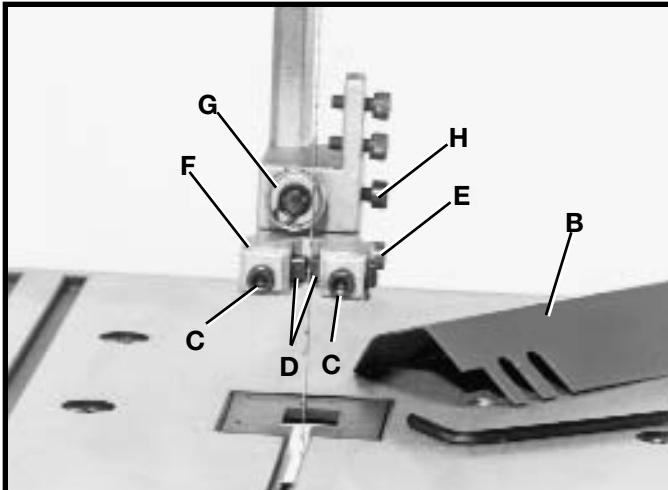
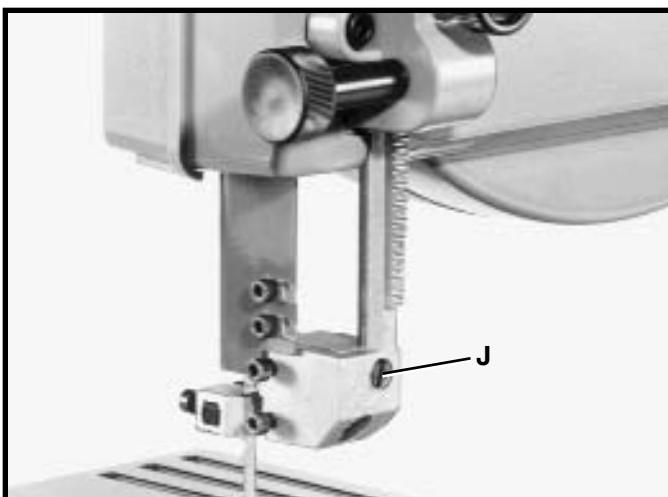

Fig. 22
Fig. 23
1. **REMARQUE :** le dispositif de protection de lame supérieure (B) fig. 22, est illustré retiré pour une présentation plus claire.
2. Desserrer les deux vis (C) fig. 22, et régler les guides de lame (D) aussi près que possible des côtés de la lame de scie en étant prudent pour ne pas pincer la lame. Resserrer ensuite les deux vis (C).
3. Desserrer la vis (E) fig. 22, et déplacer la fixation du guide (F) vers l'intérieur ou vers l'extérieur jusqu'à ce que le bord avant des guides (D) soient juste derrière les « gorges » des dents de lame. Resserrer ensuite la vis (E).
4. Le palier de butée/support de lame supérieure (G) fig. 22, empêche que la lame de scie soit poussée trop loin pendant la coupe. Le palier de support (G) devrait être réglé à environ 1/32 po (0,79 mm) derrière la lame, pour que l'arrière de la lame chevauche le diamètre extérieur du palier à billes d'environ 1/8 po (3,2 mm). Pour le réglage, procéder comme suit :
5. Desserrer la vis (H) fig. 22, et glisser le palier de support coulissant (G) vers l'intérieur ou vers l'extérieur jusqu'à ce qu'il soit à environ 1/32 po (0,79 mm) derrière la lame de la scie.
6. Le palier de support de lame supérieure (G) fig. 22 est réglé sur un arbre à excentrique. Pour changer la position du palier (G), utiliser un tournevis droit, tourner l'arbre (J) fig. 23, jusqu'à ce que la lame chevauche correctement le palier de support. Resserer ensuite la vis (H).